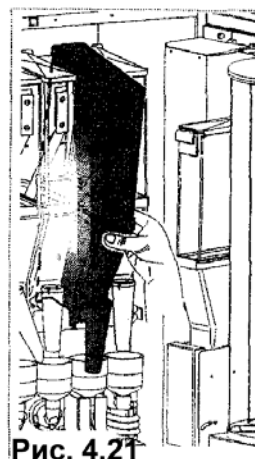

Рис. 4.21
- Выньте из торгового автомата все контейнеры для продуктов (рис. 4.21).